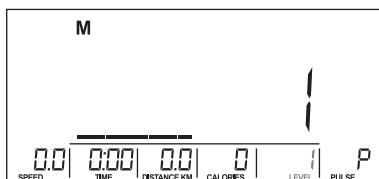
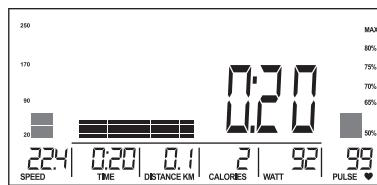

Abb. 9
Abb. 14
3. Stellen Sie mit dem Datenrad den Widerstand ein (Abb. 9), Wert 1.
5. Drücken Sie START/STOP, um das Training zu starten. Während des Trainings können Sie das Belastungsniveau mit dem Datenrad verringern oder erhöhen. Der Lastpegel (Widerstand) wird im LEVEL-Fenster (Abb. 9) für 3 Sekunden angezeigt, ohne dass eine Einstellung erforderlich ist und schaltet zur Anzeige des Wertes der WATT-Funktion um (Abb. 14).
- Stellen Sie mit dem Datenrad den Lastpegel (Widerstand) ein (Abb. 9), Standardwert 1. Drücken Sie MODE, um die Auswahl zu bestätigen.